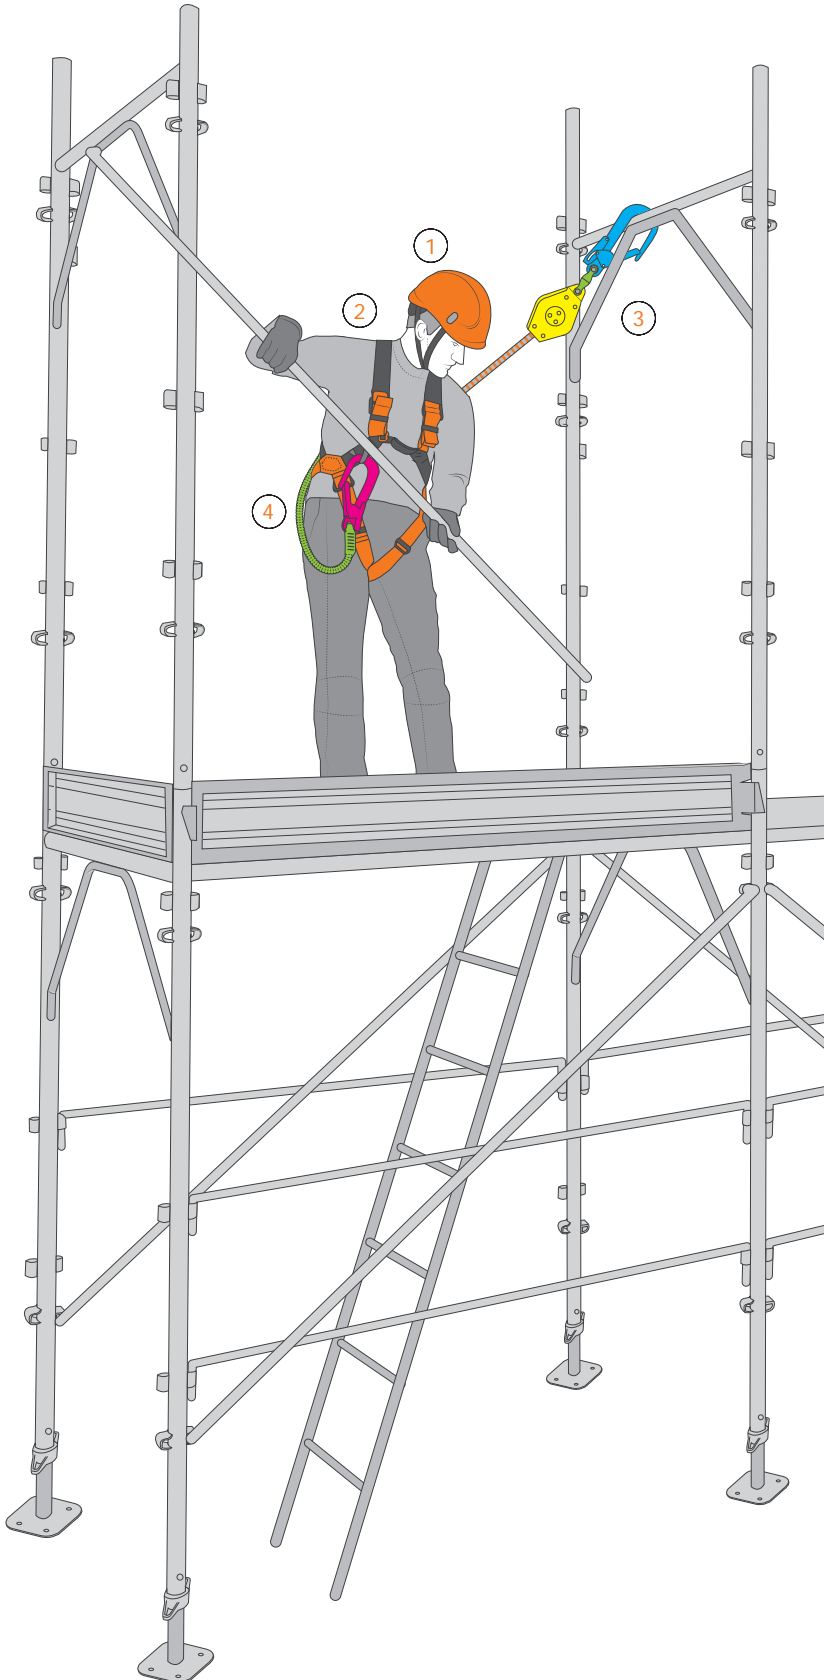
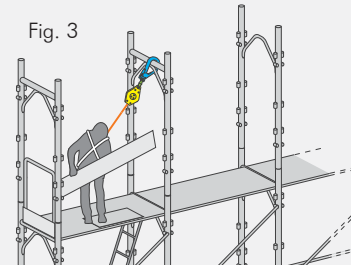

Fig. 1
Fig. 4
El usuario debe instalar el andamio con arreglo al esquema de montaje, prestando una especial atención a la correcta disposición de sus elementos, a la distancia en relación con la estructura y a la posición horizontal de los componentes cruzados. Después de decidir la posición de la escotilla para acceder al primer nivel, el usuario debe ensamblar, los dos primeros montantes en cuya parte superior habrá fijado previamente un sistema anticaídas retráctil EN 360 (3) con un cable extendido en la parte superior del montante más elevado y fijándolo al montante inferior con el terminal (Fig. 1). Después de montar el suelo, el andamio debe fijarse a la estructura con un mínimo de dos puntos de anclaje. Después de conectar un elemento de amarre con absorbedor de energía EN 355 (4) a la anilla dorsal de su arnés de anticaídas EN 361 (2), el usuario debe trepar por la escalera situada junto a la escotilla hasta llegar al extremo inferior del sistema anticaídas retráctil instalado anteriormente, y engancharlo a la anilla dorsal de su arnés. En este punto, el usuario, protegido por el sistema anticaídas retráctil, puede trepar con seguridad hasta el primer nivel (Fig. 2) y completar el montaje de los dos tramos contiguos con vallas de seguridad, puntales cruzados y zócalos (Fig. 3-7). Para continuar con la instalación, es necesario enganchar el sistema anticaídas retráctil EN 360 al siguiente montante. Para protegerse mientras el sistema anticaídas retráctil está desenganchado, el usuario debe utilizar el elemento de amarre con absorbedor de energía EN 355 (Fig. 4).
L'operatore, seguendo l'apposito schema di montaggio, imposterà il ponteggio curandone in particolare la tracciatura, la distanza dalla struttura e verificando l'orizzontalità dei traversi. Dopo aver individuato la collocazione della botola d'accesso al primo piano, isserà da terra una coppia di montanti alla cui parte superiore avrà precedentemente fissato un anticaduta retrattile EN 360 (3) con il cavo allungato ed agganciato, tramite il connettore terminale, alla sua parte inferiore (Fig. 1). Finito il piano l'operatore dovrà assicurare il ponteggio alla struttura con almeno due ancoraggi. Dopo avere predisposto al punto di attacco dorsale dell'imbracatura anticaduta EN 361 (2) un cordino con assorbitore di energia EN 355 (4), l'operatore salirà sulla scaletta, in prossimità della botola, fino a raggiungere il connettore terminale dell'anticaduta retrattile precedentemente predisposto e aggancerà anch'esso al punto di attacco dorsale. A questo punto l'operatore, assicurato dall'anticaduta retrattile, potrà salire in sicurezza sul primo piano (Fig. 2) e completare il montaggio delle due campate adiacenti inserendo cancelletto, parapetti diagonali e ferma piedi (Fig. 3-7). Per proseguire il montaggio sarà necessario spostare l'anticaduta retrattile EN 360 sui montanti successivi: per assicurarsi durante la fase di sgancio dell'anticaduta retrattile, l'operatore utilizzerà il cordino con assorbitore di energia EN 355 (Fig. 4).